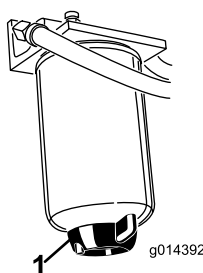

Figure 35
Vidangez chaque jour l'eau ou autres impuretés qui se trouvent dans le séparateur d'eau (Figure 35).
2. Dévissez le bouchon de vidange au bas de la cartouche du filtre (Figure 35).